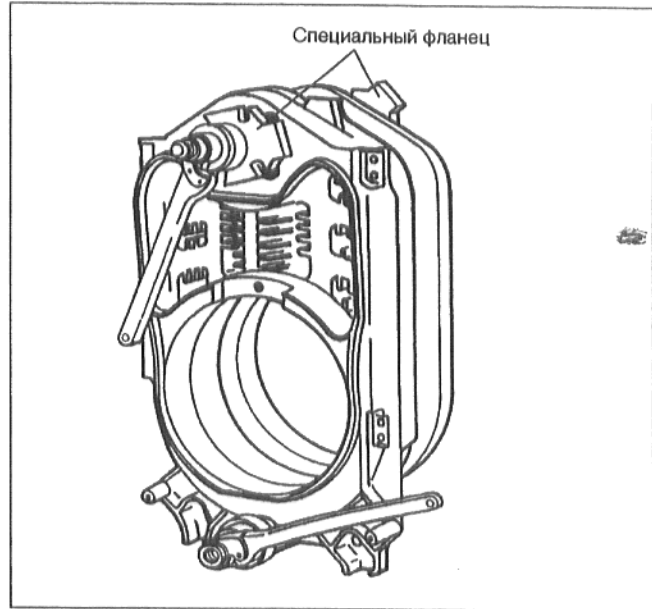

рис. 10
- Надеть на стяжной инструмент котла специальный фланец и продвинуть стяжной инструмент котла через верхнюю ступицу котла спереди или сзади в зависимости от имеющегося в месте монтажа свободного пространства (рис. 10).
- Отцентрировать стяжной инструмент котла в верхней ступице котла и слегка затянуть (рис. 10).
- Выполнить аналогичные операции на нижней ступице котла, используя при этом обычные зажимные фланцы (рис. 10).